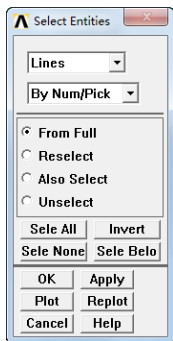

图 7-13 “Select Entities”对话框
①依次选择 Utility Menu→Select→Everything。
②依次选择 Utility Menu→Plot→Lines，重新绘制直线。
③依次选择 Utility Menu→Select→Entities，会弹出“Select Entities”对话框。在第一个下拉框中选择“Lines”，在第二个下拉框中选择“By Num/Pick”，在第三个单选框中选择“From Full”，如图 7-13 所示。单击“OK”按钮，会弹出“Select Lines”对话框，选择线段 L1、L4，单击“OK”按钮关闭对话框。
⑥依次选择 Utility Menu→Select→Entities，会弹出“Select Entities”对话框。在第一个下拉框中选择“Lines”，在第二个下拉框中选择“By Num/Pick”，在第三个单选框中选择“From Full”，如图 7-13 所示。单击“OK”按钮，会弹出“Select Lines”对话框，选择线段 L2、L5、L8、L11，单击“OK”按钮关闭对话框。
⑨依次选择 Utility Menu→Select→Entities，会弹出“Select Entities”对话框。在第一个下拉框中选择“Lines”，在第二个下拉框中选择“By Num/Pick”，在第三个单选框中选择“From Full”，如图 7-13 所示。单击“OK”按钮，会弹出“Select Lines”对话框，选择线段 L3、L6、L9、L12，单击“OK”按钮关闭对话框。
⑫依次选择 Utility Menu→Select→Entities，会弹出“Select Entities”对话框。在第一个下拉框中选择“Lines”，在第二个下拉框中选择“By Num/Pick”，在第三个单选框中选择“From Full”，如图 7-13 所示。单击“OK”按钮，会弹出“Select Lines”选择对话框，选择线段 L13、L14、L15、L16，单击“OK”按钮关闭对话框。
⑮依次选择 Utility Menu→Select→Entities，会弹出“Select Entities”对话框。在第一个下拉框中选择“Lines”，在第二个下拉框中选择“By Num/Pick”，在第三个单选框中选择“From Full”，如图 7-13 所示。单击“OK”按钮，会弹出“Select Lines”选择对
⑰依次选择 Utility Menu→Select→Entities，会弹出“Select Entities”对话框。在第一个下拉框中选择“Lines”，在第二个下拉框中选择“By Num/Pick”，在第三个单选框中选择“From Full”，如图 7-13 所示。单击“OK”按钮，会弹出“Select Lines”选择对话框，选择线段 L25，单击“OK”按钮关闭对话框。
㉑依次选择 Utility Menu→Select→Entities，会弹出“Select Entities”对话框。在第一个下拉框中选择“Lines”，在第二个下拉框中选择“By Num/Pick”，在第三个单选框中选择“From Full”，如图 7-13 所示。单击“OK”按钮，会弹出“Select Lines”选择对话框，选择线段 L17、L18、L19、L20，单击“OK”按钮关闭对话框。
㉔依次选择 Utility Menu→Select→Entities，会弹出“Select Entities”对话框。在第一个下拉框中选择“Lines”，在第二个下拉框中选择“By Num/Pick”，在第三个单选框中选择“From Full”，如图 7-13 所示。单击“OK”按钮，会弹出“Select Lines”选择对话框，选择线段 L27，单击“OK”按钮关闭对话框。
27 依次选择 Utility Menu→Select→Entities，会弹出“Select Entities”对话框。在第一个下拉框中选择“Lines”，在第二个下拉框中选择“By Num/Pick”，在第三个单选框中选择“From Full”，如图 7-13 所示。单击“OK”按钮，会弹出“Select Lines”选择对话框，选择线段 L26、L28、L29、L30，单击“OK”按钮关闭对话框。
30 依次选择 Utility Menu→Select→Entities，会弹出“Select Entities”对话框。在第一个下拉框中选择“Lines”，在第二个下拉框中选择“By Num/Pick”，在第三个单选框中选择“From Full”，如图 7-13 所示。单击“OK”按钮，会弹出“Select Lines”选择对话框，选择线段 L24、L7、L10，单击“OK”按钮关闭对话框。